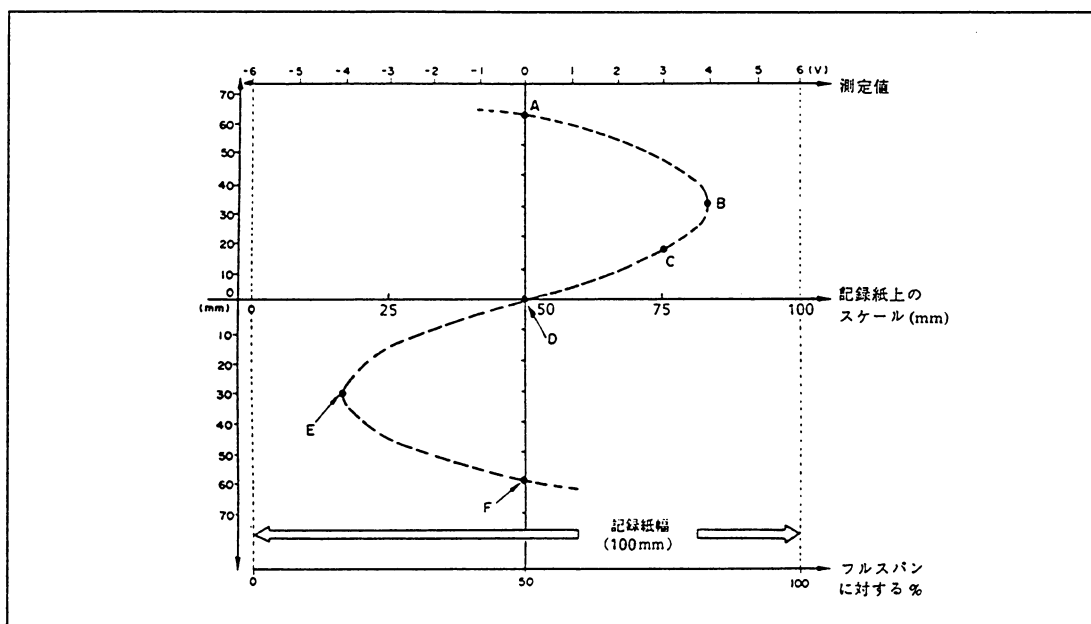

図 6.10.1
- 図 6.10.1 はスパンを 100mm とし、通常の記録を行っています。このとき 0V の点が記録紙上で左端から 50mm (スパンの 50%) の位置となります。